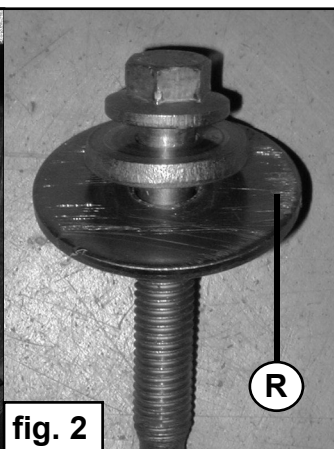

fig. 2
4. Stellen Sie die Ringe R um den Bolzen und montieren Sie den Bolzen wieder zurück. Siehe Fig. 2 und 3.
4. Placez la rondelle **R** autour du boulon et remontez-le. Cf. fig. 2 et 3.